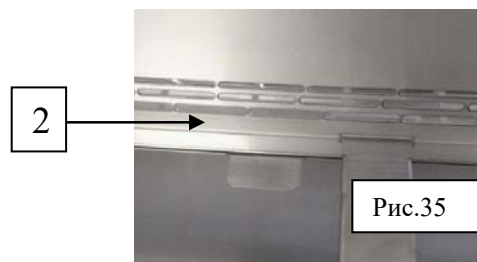

Рис.35
- Чтобы удалить сегмент сетки нажмите на два выступа [2], рис.35, вниз и потяните на себя пока сетка не будет удалена .